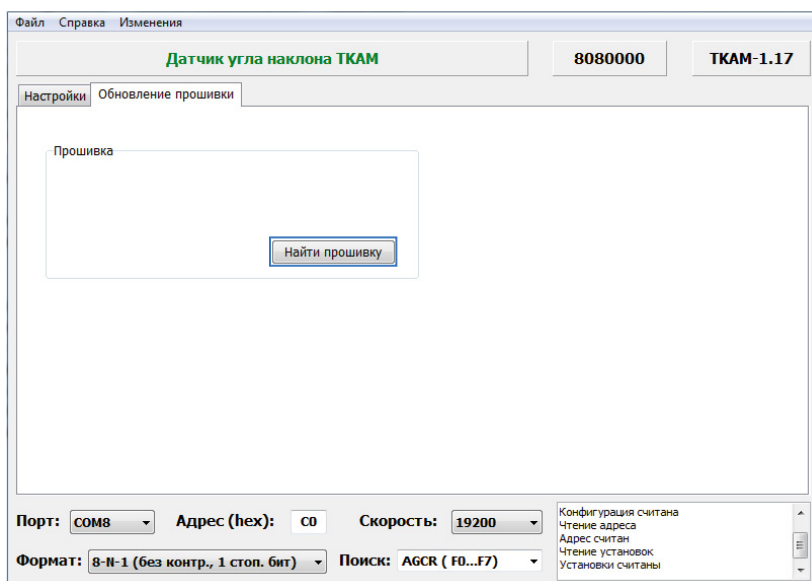

Рис.29. Обновление прошивки датчика.
- в программе перейдите на вкладку «Обновление прошивки» и нажмите кнопку «Найти прошивку» (**Рис.29**). После этого вам будет предложено выбрать нужный файл прошивки. Файл прошивки должен иметь формат .egaw.